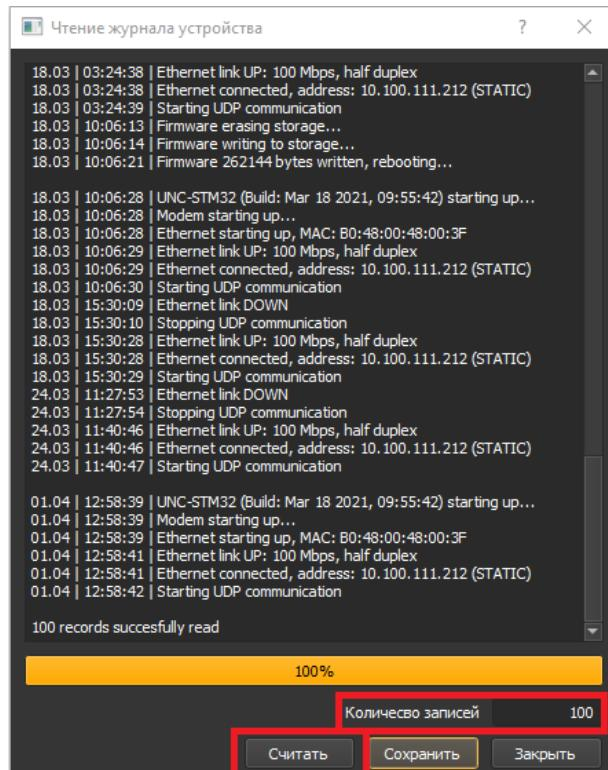

Рисунок 19.
- В открывшемся окне можно указать количество вычитываемых записей в поле «Количество записей» нажать кнопку «Считать» см. рис. 19.